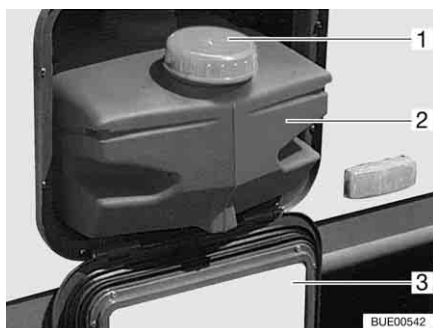

Fig. 163 Serbatoio dell'acqua 22 l
In caso di trasporto chiudere il serbatoio dell'acqua con un coperchio (Fig. 163,1).
- Aprire lo sportello di servizio (Fig. 163,3) (vedi capitolo 6).
- Estrarre il serbatoio dell'acqua (Fig. 163,2).
- Estrarre il serbatoio dell'acqua (Fig. 163,2) e svuotarlo.